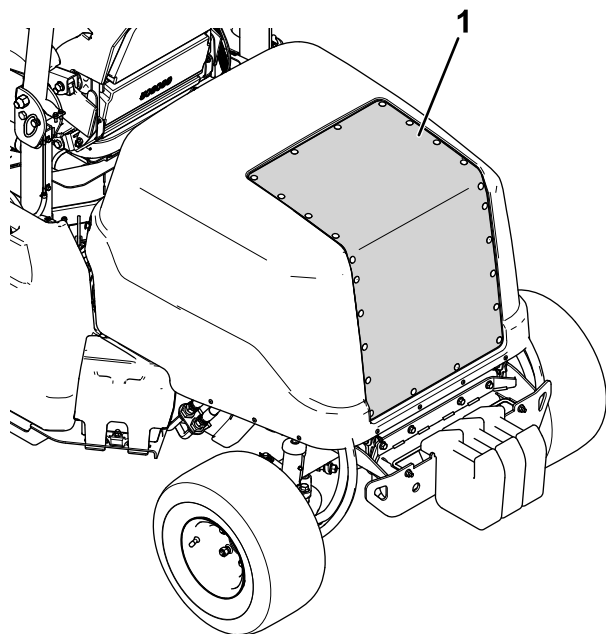

図 70
2. 圧縮空気を使用してフードの吸気スクリーン 図 70を清掃する。機体内部から外部にむかってエアを吹き付ける。